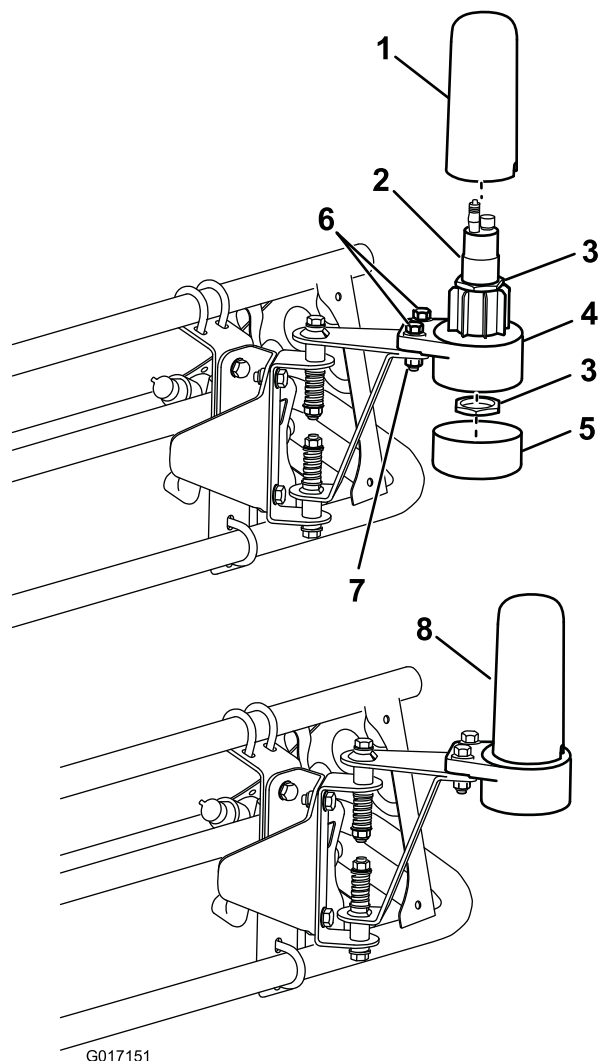

Рисунок 13
4. Установите нижний корпус датчика на крепежный узел датчика с помощью двух болтов (5/16 x 1-1/4 дюйма) и двух контргайк (5/16 дюйма) (Рисунок 13).
6. Вставьте датчик в нижний корпус датчика и закрепите с помощью двух увеличенных гаек, поставленных в комплекте с датчиком (Рисунок 13).
7. Установите трубку крышки и крышку (Рисунок 13).